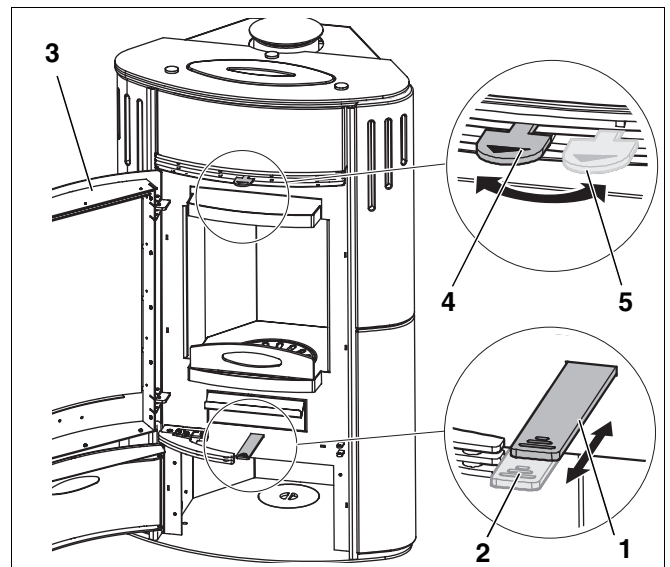
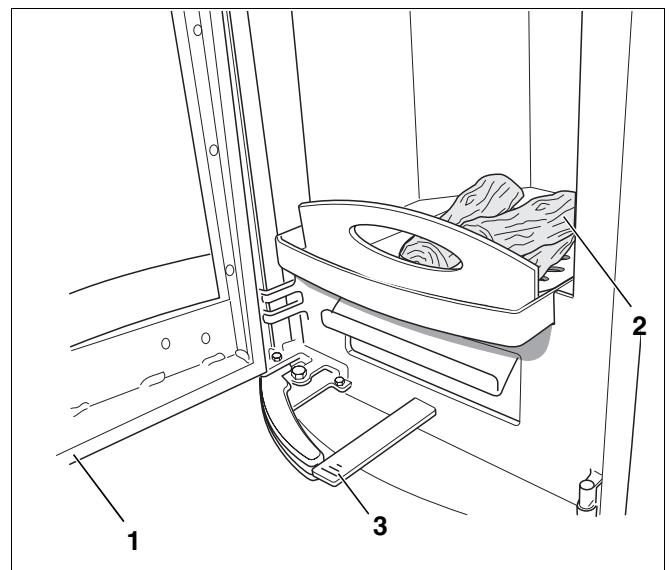

Abb. 16 Primär- und Sekundärluftschieber
Abb. 17 Feuerraum mit Holzstücke
Wenn sich Ruß entzündet, schließen Sie alle Luftzuführungen zum Ofen, d. h. den Primärluftschieber und den Sekundärluftschieber (Abb. 16, Seite 19, **Pos. 1** und **5**) auf Stellung „Zu“ stellen. Die Feuerraumtür schließen.
- Öffnen Sie die Feuerraumtür (Abb. 16, **Pos. 3**).
- Stellen Sie den Primärluftschieber und den Sekundärluftschieber auf Stellung „Auf“ (Abb. 16, **Pos. 2** und **4**).
- Legen Sie zwei bis drei Holzstücke sowie Kleinholz und Papier oder im Handel erhältliche Zündhilfen auf den Feuerraumboden (Abb. 17, **Pos. 2**).
- Schließen Sie die Feuerraumtür (Abb. 17, **Pos. 1**).
- Lassen Sie den Sekundärluftschieber (Abb. 16, **Pos. 4**) geöffnet und regulieren Sie die Primärluftzufuhr mit dem Primärluftschieber (Abb. 17, **Pos. 3**) nach Bedarf.